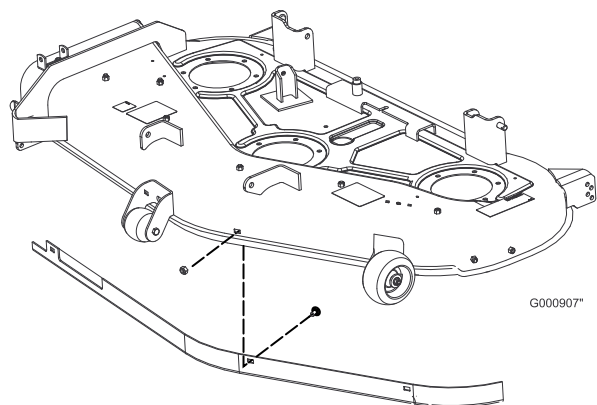

Bild 19
2. Nehmen Sie die Schrauben und Sicherungsmuttern ab, mit denen das vordere Ablenklech am Mähwerk befestigt ist (Bild 19). Nehmen Sie das vordere Ablenklech ab, um das rechte Recycler®-Ablenklech zugänglich zu machen.
6. Setzen Sie das vordere Ablenklech ein und befestigen Sie es mit den vorher abgenommenen Befestigungen am Mähwerk (Bild 19).
2. Nehmen Sie die Schrauben und Sicherungsmuttern ab, mit denen das vordere Ablenklech am Mähwerk befestigt ist (Bild 19). Nehmen Sie das vordere Ablenklech ab, um das rechte Recycler®-Ablenklech zu montieren.
6. Setzen Sie das vordere Ablenklech ein und befestigen Sie es mit den vorher abgenommenen Befestigungen am Mähwerk (Bild 19) .